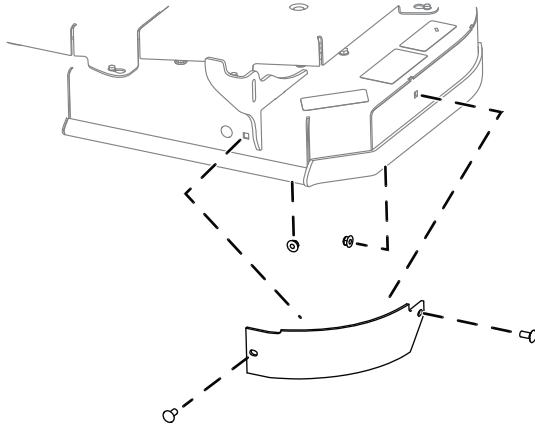

Figura 1
2. Remova os dois parafusos e as duas porcas que prendem o abafador à plataforma e remova o abafador (Figura 1).